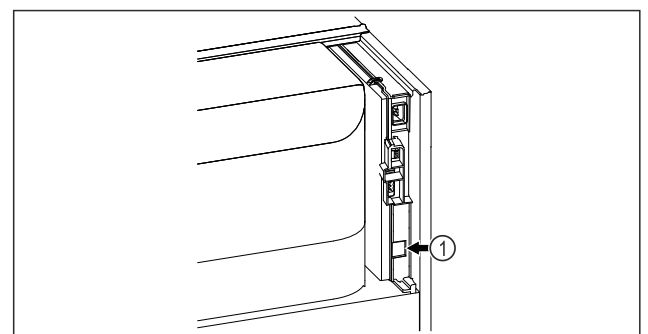

Fig. 84
- ❑ SmartModule Fig. 84 (1) установлен.